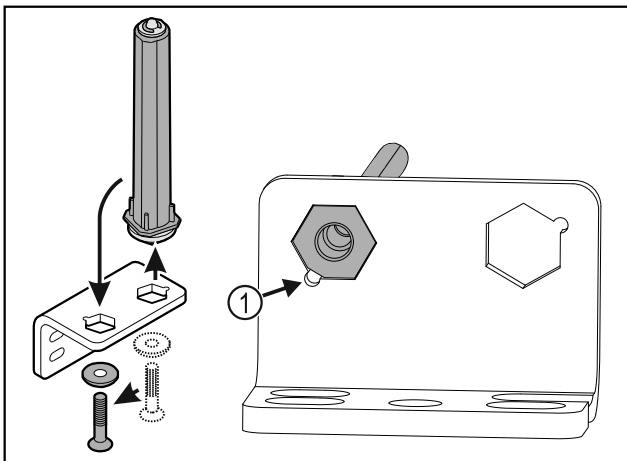

Fig. 33
- ▶ Verificare che durante l'inserimento lo smusso del perno Fig. 33 (1) sia rivolto verso il foro circolare.